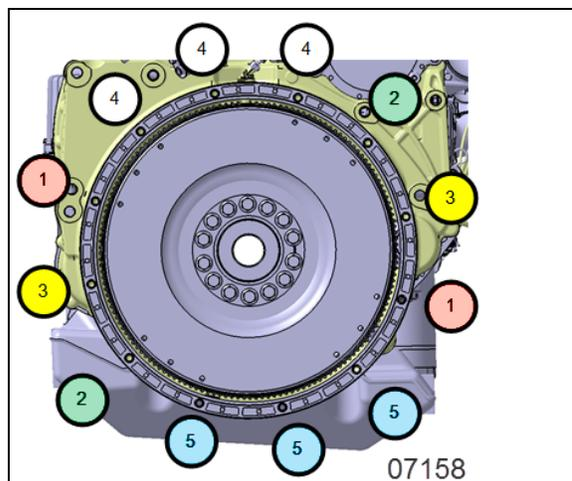

FIGURA 13: PATRÓN ENTRECruzADO
11. Apriételos gradualmente en una secuencia entrecruzada como se muestra en Figura 13. Aplique el siguiente valor de torque: